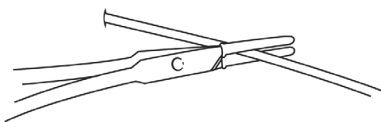

Fig. 1
1. Bereiten Sie das Arbeitsfeld vor. Klemmen Sie den Katheter nahe an der Eintrittsstelle in die Haut mit einer gummigepolsterten Klemme fest ab (Fig. 1).